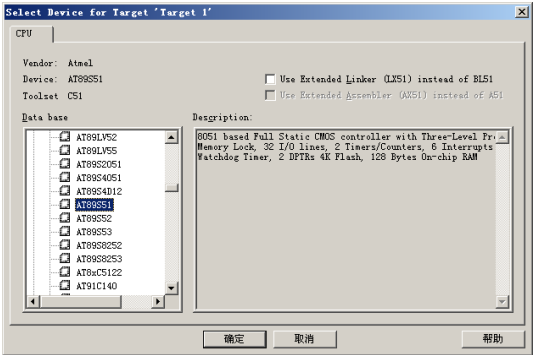

图 24-7 选择单片机 AT89S51
- (1) 首先打开 μ Vision3，在 μ Vision3 中，选择“Project”→“New”→“μ Vision Project”命令，新建一个工程，并保存。
- (2) 在弹出的选择器件对话框中选择 Atmel 公司的 AT89S51，如图 24-7 所示。